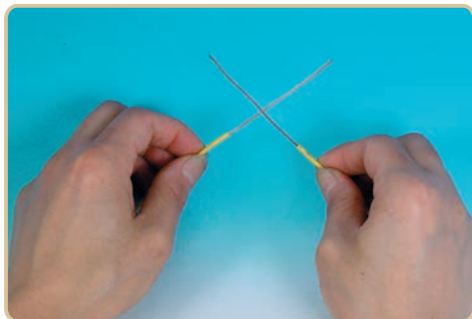

图 1-18
(1) 对接单芯导线。
① 先使两根已剥除绝缘层的导线呈X形相交,如图1-18。